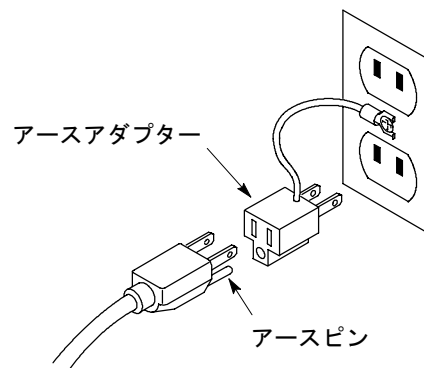

FIG. 5
2. アースアダプターを使い、電源コードをアース付壁コンセントに差し込みます。(図5)